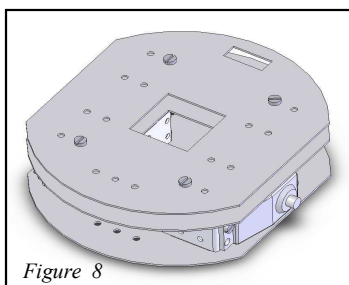

Figure 8
Étape 6 : Placer le dernier châssis (4) sur les entretoises (12), en s'assurant du bon placement de ce dernier. Fixer l'ensemble avec des vis de 3mm (16). Voir les figures 8 et 9.